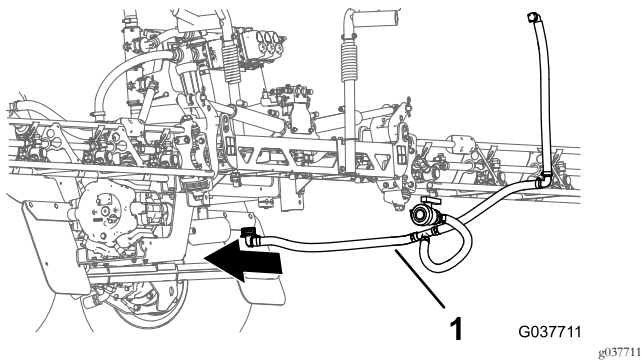

図 74
3. バイパスホースドレンホースアセンブリを機体後部にセットする 図 74。